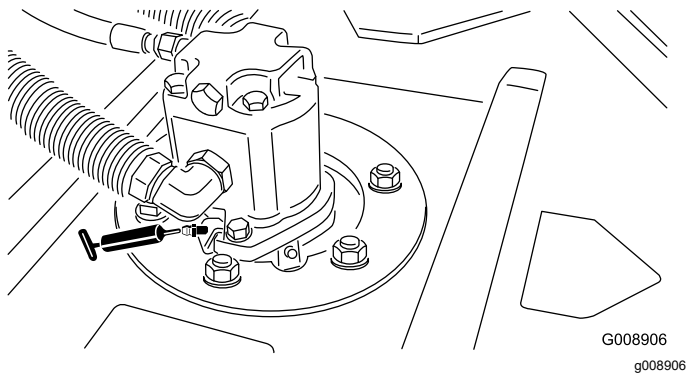

**Bild 48**
- Heckrollenlager (2 pro Schneideinheit)—Bild 48